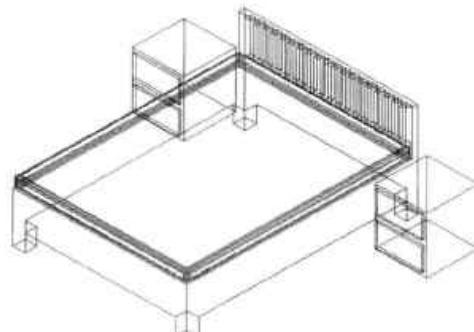

图14-71 镜像床头柜模型
**Step18** 对抽屉面板进行复制，然后执行“三维镜像”命令，对床头柜进行镜像复制，如图 14-71 所示。